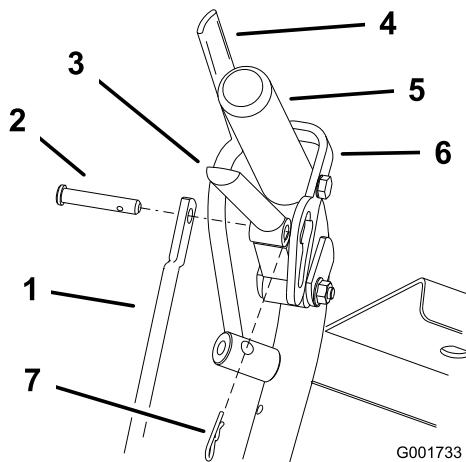
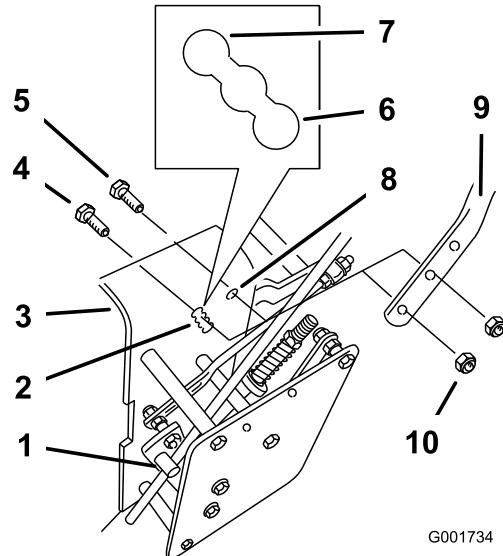

Figura 18
Figura 19
1. Staccate le coppiglie e i perni con testa dalle leve della trazione e dai dispositivi di blocco in folle (Figura 18).
2. Allentate il bullone flangiato (3/8 x 1-1/4 pollici) e il dado flangiato superiore che assicurano la stegola al telaio posteriore (Figura 19).
3. Rimuovete il bullone flangiato (3/8 x 1 pollice) e il dado flangiato inferiore che assicurano la stegola al telaio posteriore (Figura 19).
5. Regolate la lunghezza dell'asta di comando ruotando l'asta sul relativo raccordo (Figura 18 e Figura 19).
6. Montate la coppiglia tra la leva di trazione e il dispositivo di blocco in folle inserendola nel perno con testa (Figura 18).